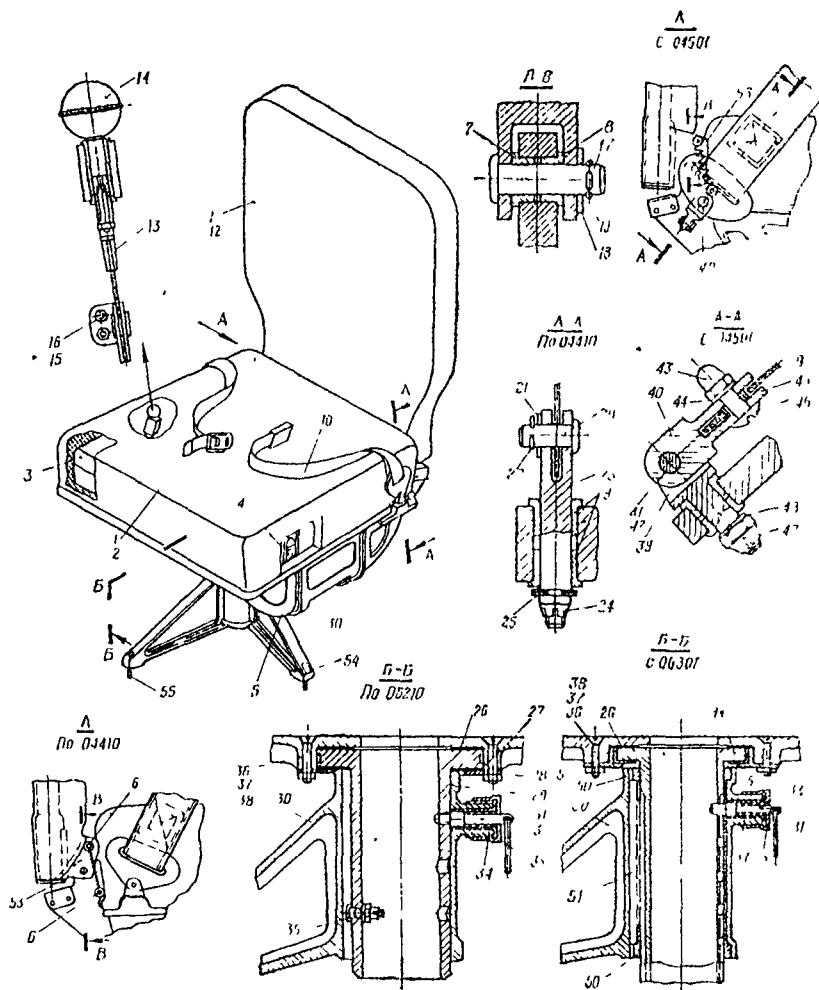

Рис. 6.17. Кресло радиста и штурмана самолета Ан-24:
1. Выверните болты 54 и 55 (рис. 6.17) крепления кресла к полу.
Чашка кресла 5 (рис. 6.17):
- д) забонны и поверхностную коррозию штырей чашки 6 (рис. 6.17) зачистите личным напильником и шлифовальной шкуркой № 5—6, погнутости отгните. Трещины подварите КАС;
- ж) допускается выработка отверстий втулок 7, 8, 9 (рис. 6.17) до 0,2 мм на диаметр. При большей выработке отверстий втулку замените. Забонны и поверхностную коррозию втулок зачистите;
и) суммарный зазор между гнездом чашки 5 (рис. 6.17) и поверхностью буртика втулки 29 не должен выходить за пределы $\frac{A_5}{X_5}$.
— запрессуйте на сыром грунте АК-069 кольцо в чашку 5 (рис. 6.17);
Спинка 11 (рис. 6.17):
а при наличии трещин подварите КАС с последующей зачисткой шва. Штырь 6 (рис. 6.17) и кронштейны окрасьте эмалью ХВ-16 серо-голубого цвета;
— установите штырь (рис. 6.17), закрепив гайкой 3374А-6, предварительно развернув отверстие под $\varnothing 6А_4$;
Подставка 30 (рис. 6.17):
Привязной ремень 10 (рис. 6.17):
Боуденовская проводка 13 (рис. 6.17):